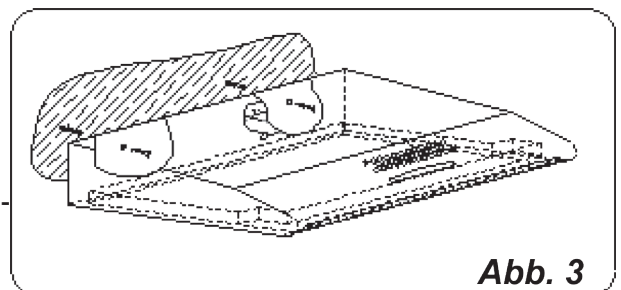

Abb. 3
- c) Löcher bohren (Bohrer mit Durchmesser entsprechend für die beigelegten Dübel verwenden), Spreizdübel schlagen und das Gehäuse mit Schrauben befestigen „A“ (Abb. 3).